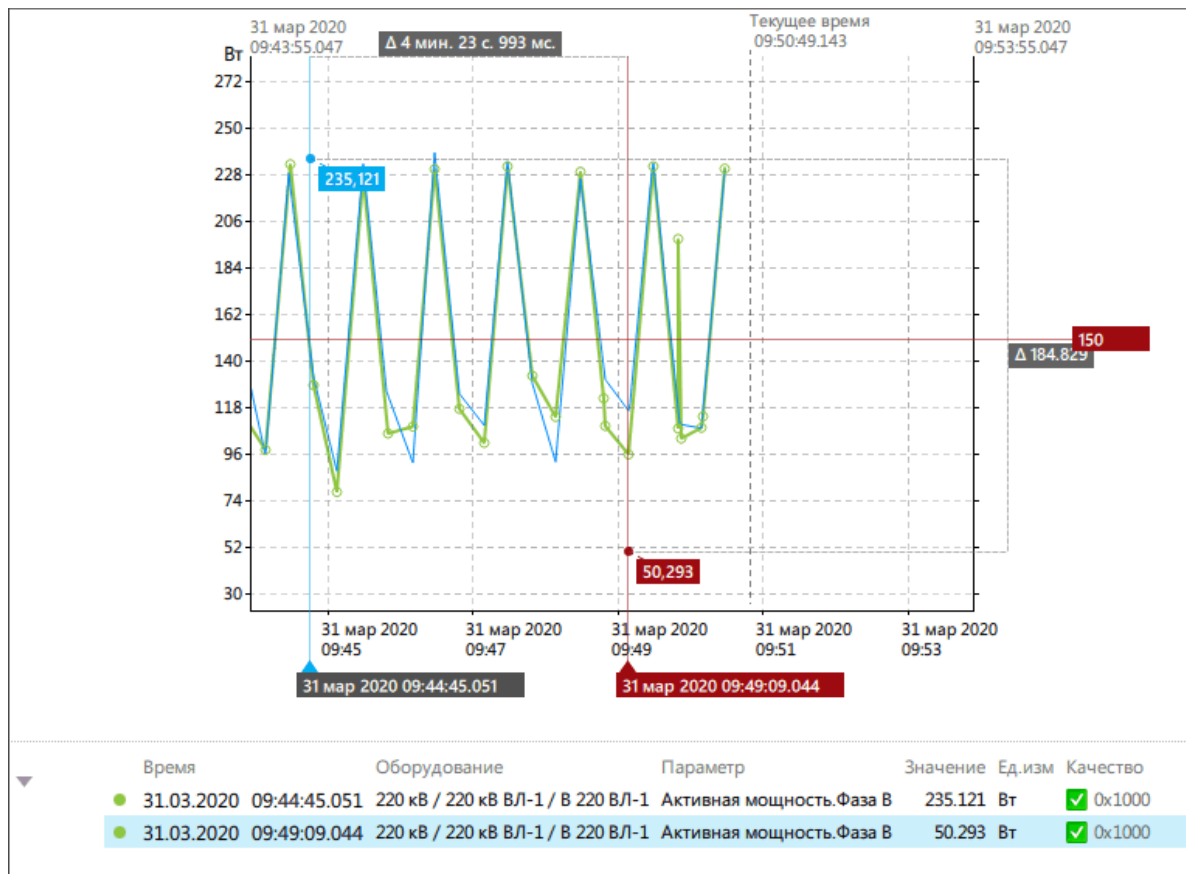

Рисунок 93 - Маркеры
6. Для маркеров по времени под графиком отображается информация в таблице маркеров (Рисунок 93).
Разница значений отобразится сверху и справа в виде « Δ =Полученное значение» (Рисунок 93).